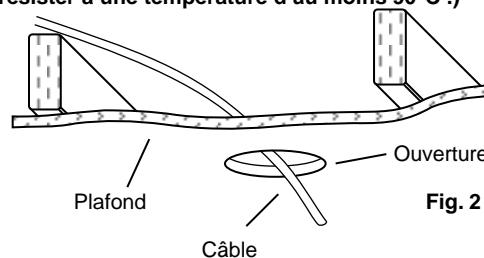

Fig. 2
3. Passez un câble non métallique (NM – également appelé Romex) ou un câble blindé (également appelé BX) du boîtier des disjoncteurs ou des fusibles jusqu'à l'ouverture pratiquée dans le plafond, en prévoyant une longueur supplémentaire de 6 à 8 po (15,2 à 20,3 cm) dépassant de l'ouverture. Vous pouvez utiliser un câble de calibre allant jusqu'à 12 AWG. (Fig. 2) (**MISE EN GARDE – utilisez des câbles calibrés pour résister à une température d'au moins 90°C .**)